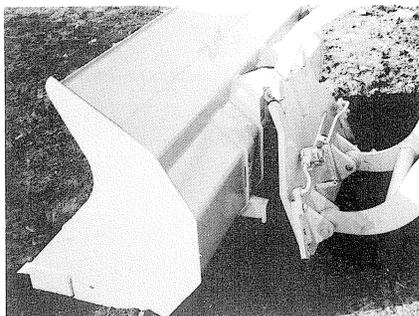

Bild 11
- (1) Schaufelarm in unterste Stellung bringen und Wechselrahmen abkippen (Bild 11).